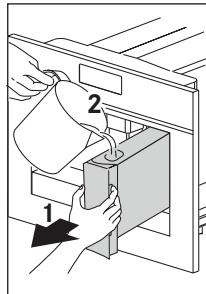
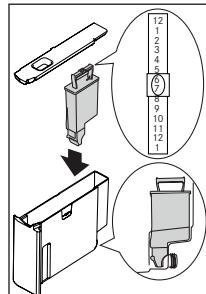

Rys. 9
Rys. 10
- Aby ustawić język, użyj ikon Δ ∇ (B7 oraz B8), aby wybrać wymagany język (Rys. 9). Gdy wyświetli się komunikat „PRESS OK TO CHOOSE ENGLISH” (Naciśnij OK, aby wybrać j. angielski), naciśnij ikonę OK (B11) (Rys. 10) przez 3 sekundy do momentu pojawienia się komunikatu „ENGLISH INSTALLED” (Wybrano j. angielski). Jeśli ustawisz nieprawidłowy język, zmień go, stosując się do instrukcji zawartej w rozdziale „Ustawianie języka”. Jeśli twój język nie jest dostępny, wybierz jeden z wyświetlonych. Instrukcja odnosi się do wersji angielskiej. Następnie zastosuj się do wyświetlanych instrukcji.
- Naciśnij ikonę OK (B9) (Rys. 10) a po kilku sekundach z wylewki wypłynie trochę wody.